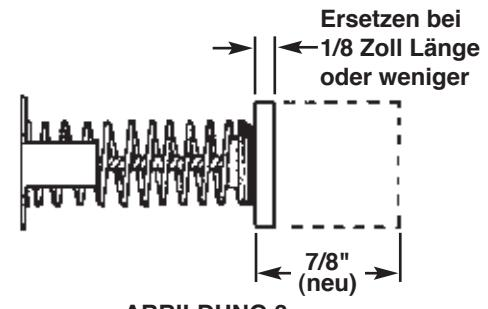

ABBILDUNG 3
3. Wenn die Länge der Bürsteneinheiten nur noch 1/8 Zoll oder weniger beträgt, sind sie auszutauschen. Siehe Abbildung 3.